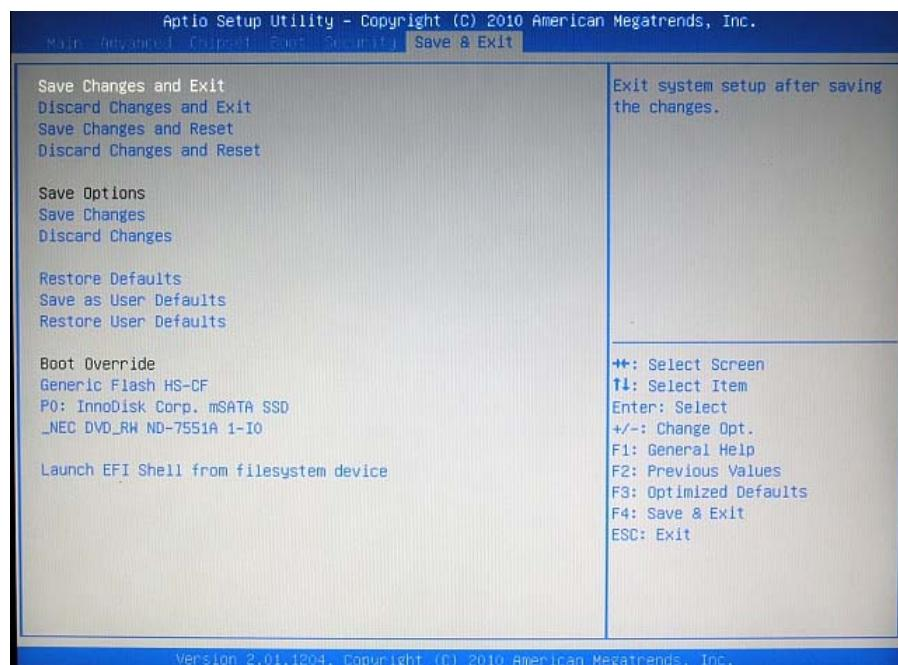

図 6-1-3. BIOS 設定 Save & Exit メニュー
- ⑨ [Save & Exit]メニューを選択します。(図 6-1-3)
⑩ [Save Changes and Exit]を実行し、設定を保存して終了します。